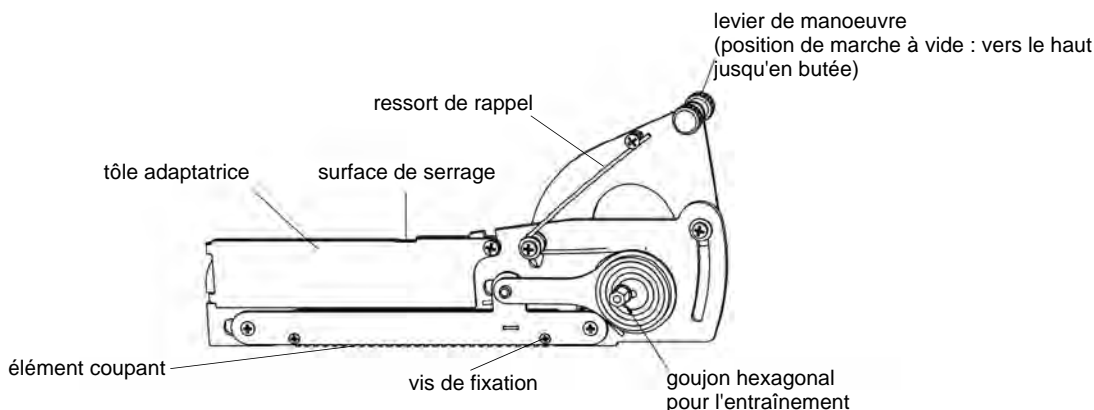

Fig. 4.1: Constitution de l'outil WI automatique
- A l'aide de la tôle adaptatrice amovible, adaptez l'outil WI automatique à la largeur de la découpe pour lame de couplage (3 mm ou 5 mm) du dispositif de fixation à la conduite utilisé (voir Fig. 4.1).